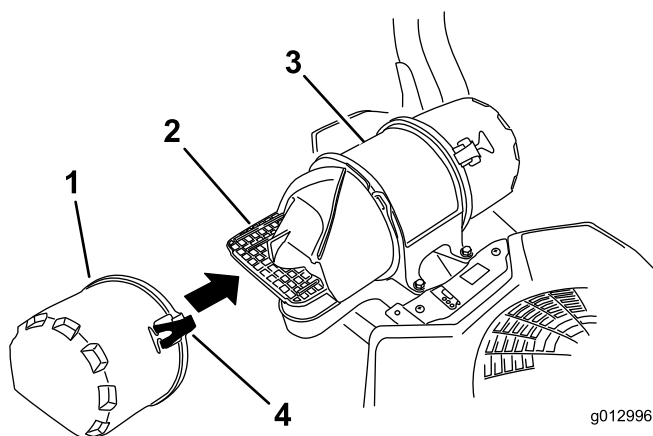

Figura 43
3. Abra los cierres del limpiador de aire y tire de la tapa de la entrada de aire para separarla del cuerpo del limpiador de aire (Figura 43).
5. Instale la tapa del limpiador de aire y sujétela con los enganches (Figura 43).